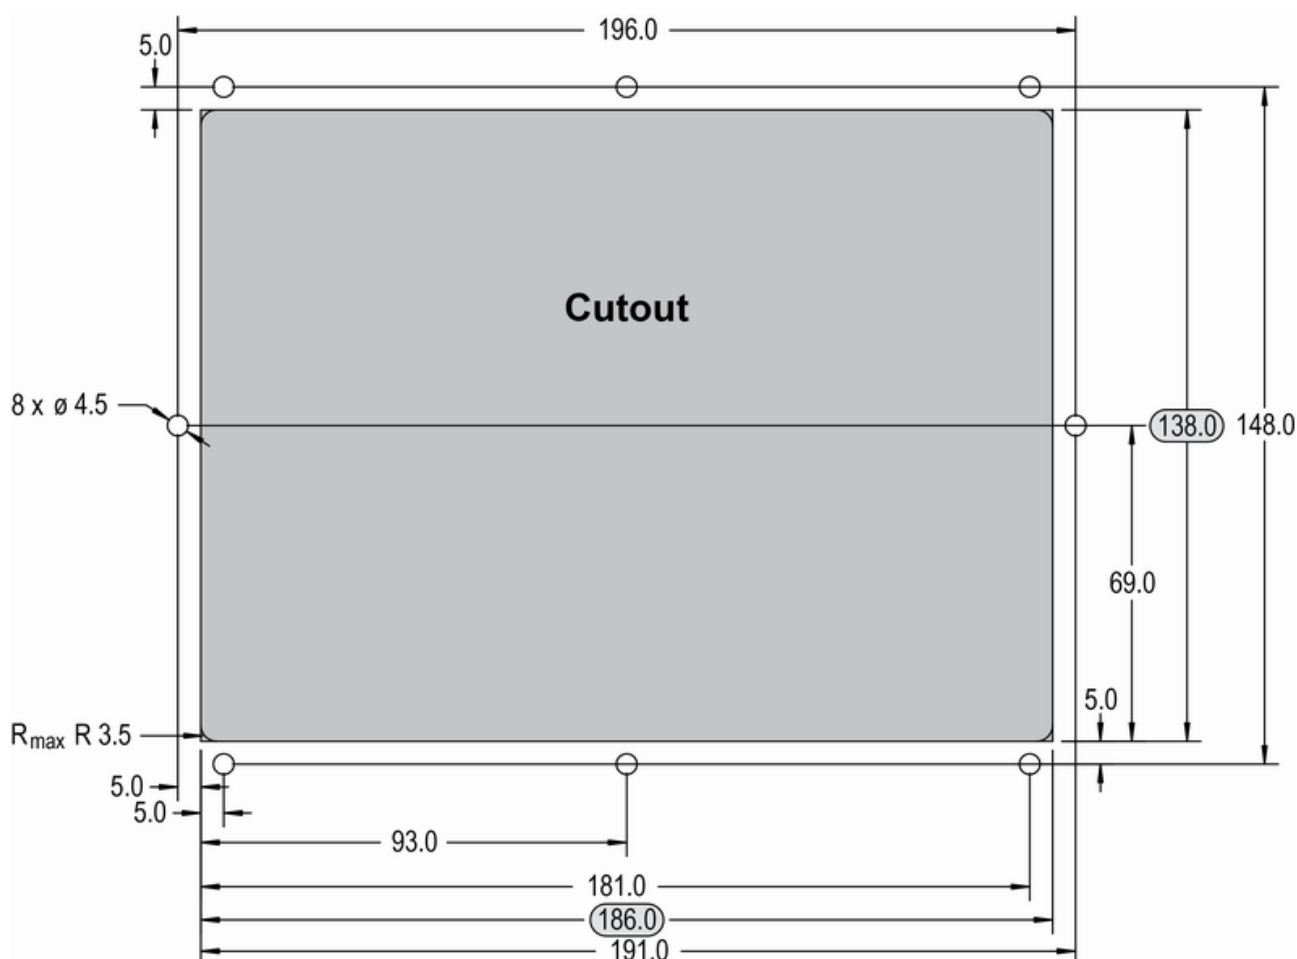

Abb. 17: Kunststoffgehäuse - Bohrschema
Das Gehäuse wird mit 8 Gewindebuchsen (Abb. 17) geliefert, die alle für die erforderliche Schutzart ordnungsgemäß angezogen werden müssen.
1. ➤ Schneiden Sie die Schalttafel aus und bohren Sie die Löcher entsprechend den Abmessungen in Abb. 17 (Abmessungen in mm dargestellt).